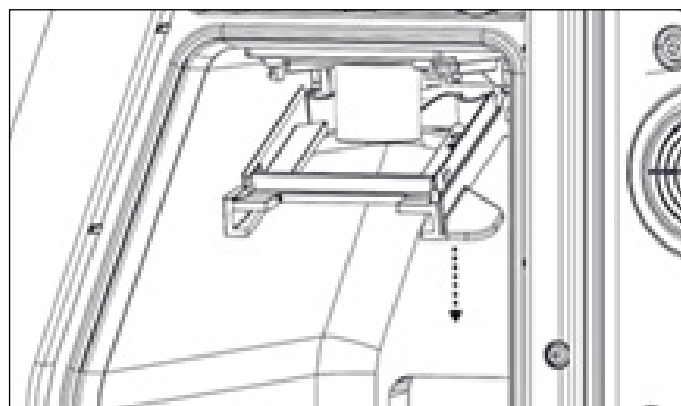

Abbildung 81
2. Entriegeln Sie den Staubbeutelhalter (**22**) (**Abb. 4**) durch festes Herunterziehen (**Abb. 81**).
2. Wenn ein Staubsaugerbeutel installiert ist, nehmen Sie den Staubsaugerbeutel aus dem Staubsaugerbeutelhalter (22) (Abb. 4) heraus, indem Sie die Manschette des Staubsaugerbeutels fest nach unten ziehen und in Ihre Richtung schieben (Abb. 81).